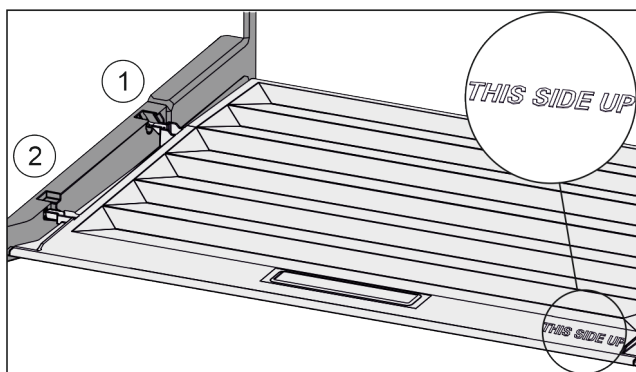

Fig. 69
- ▶ Introduceți nervura capacului prin orificiul suportului posterior Fig. 69 (1) și înclicetați-l în față în suport Fig. 69 (2).